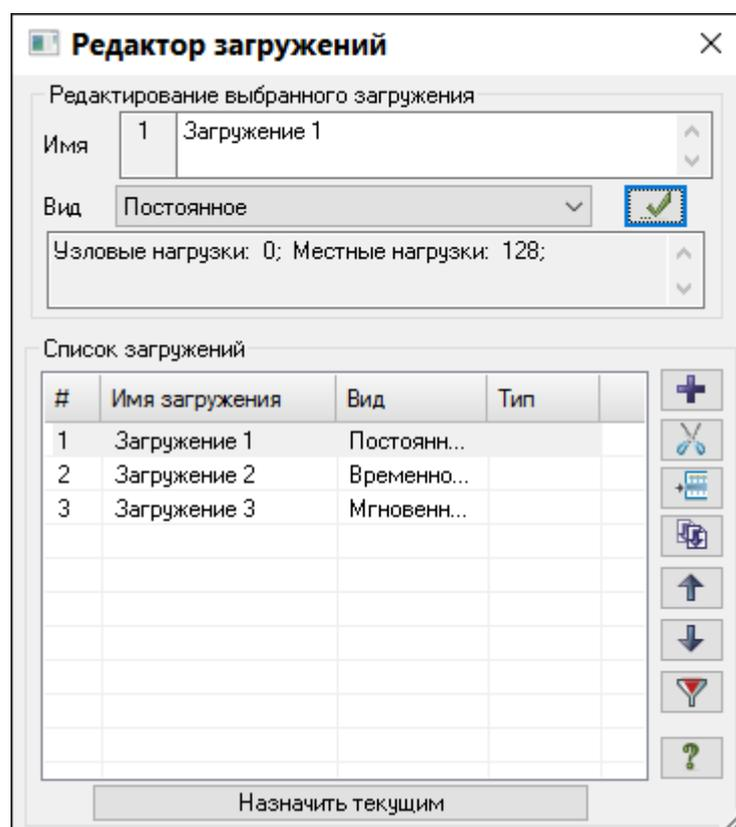

Рис.12.24. Диалоговое окно **Редактор загрузений**
- Вызовите диалоговое окно **Редактор загрузений** (рис.12.24) щелчком по кнопке  – **Редактор загрузений** (панель **Нагрузки** на вкладке **Создание и редактирование**).